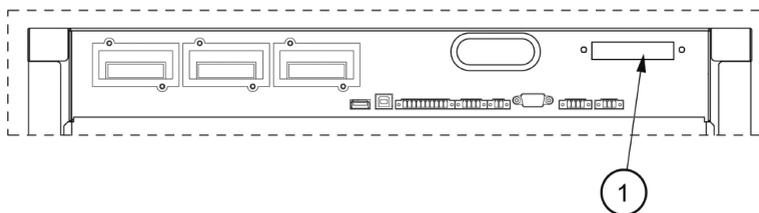

Рисунок 24. Интерфейсы связи
- Доступ к клеммному блоку с 12-штырьковыми вводами, используемому для обмена управляющими сигналами при параллельном подключении, осуществляется с правой стороны интерфейса связи, в верхней секции ИБП (см. рисунок 24).